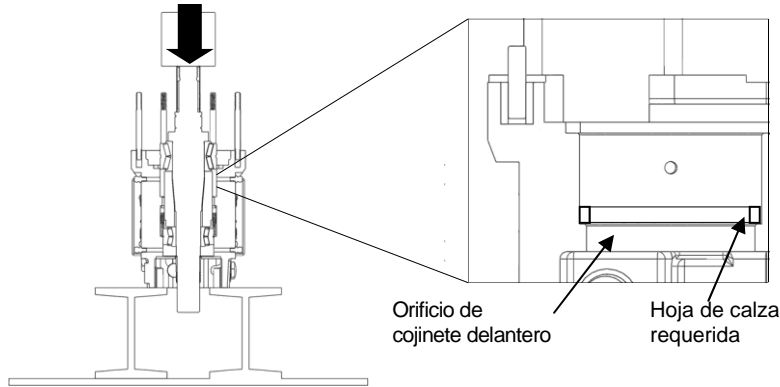

Figura 52: Presionar ejes en caja de engranes
4) Ponga la caja de engranes en una prensa con el extremo del fluido hacia arriba. Coloque el grosor requerido de hoja de calza para que quede sobre el hombro del eje delantero de la caja de engranes. Aplique lubricante al exterior de los cojinetes. Coloque el ensamble de ejes (un eje a la vez) en la caja de engranes con el extremo de la lengüeta hacia arriba. Asegurándose de que los ejes motrices y cortos estén en los orificios correctos, presione los ejes dentro de la caja de engranes hasta que los cojinetes estén bien asentados (Figura 52). Vea la Tabla 4 en la página 25 para conocer la fuerza requerida.